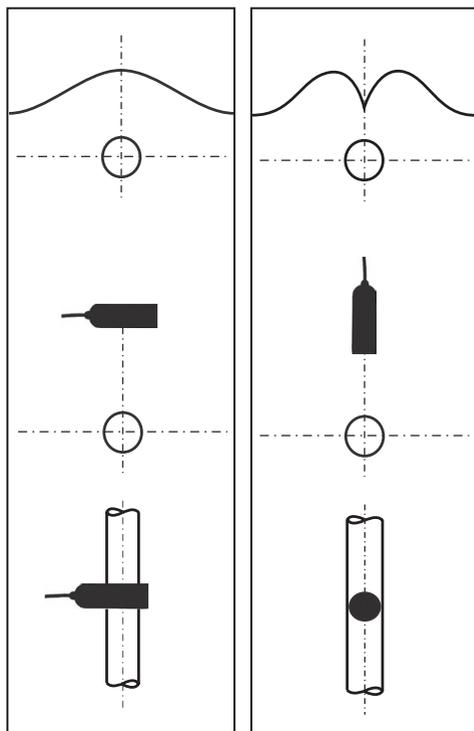

Fig. 13: Parcours du signal (en haut) et orientation de la bobine exploratrice SK 3 au-dessus d'une conduite
- Maintenez la bobine exploratrice **SK 3** dans la position indiquée à la fig. 13, image de gauche.
- Maintenez la bobine exploratrice **SK 3** dans la position indiquée à la fig. 13, image de droite.